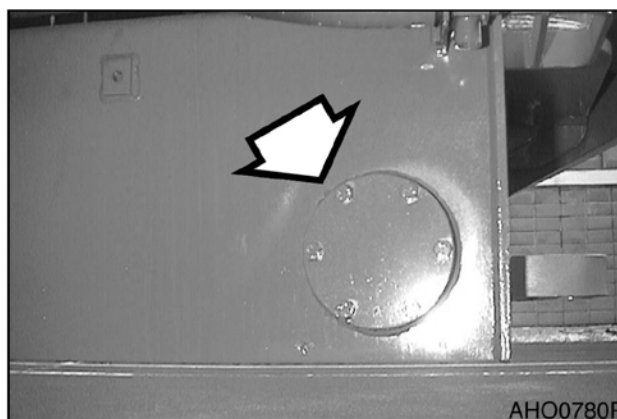

Рис. 75
4. Снять гайки ключом на 17 мм для демонтажа смотровой крышки (рис. 75).